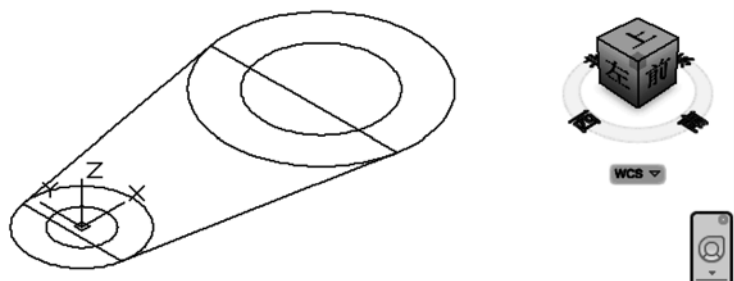

图 10-18 使用西南等轴测
- 5) 使用西南等轴测。在“视图”菜单中选择“三维视图”→“西南等轴测”命令。此时，图形如图 10-18 所示。